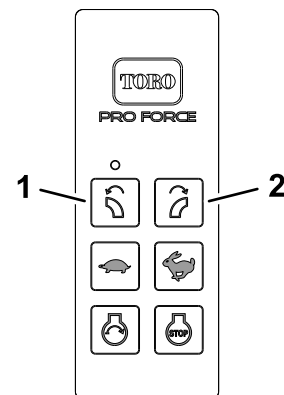

Figura 51
4. Mantenga pulsados simultáneamente los botones GIRAR TOBERA A LA IZQUIERDA y GIRAR TOBERA A LA DERECHA (Figura 51).
7. Pulse y mantenga pulsado el botón GIRAR TOBERA A LA IZQUIERDA (Figura 51).
8. Siga presionando el botón GIRAR TOBERA A LA IZQUIERDA (Figura 51) y gire la llave de encendido a la posición de MARCHA.
9. Suelte el botón GIRAR TOBERA A LA IZQUIERDA (Figura 51) y gire la llave de encendido a la posición de PARADA.